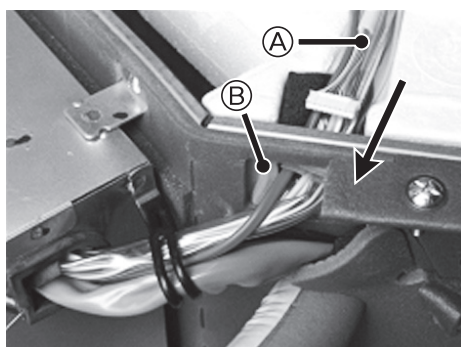

Fig. 4-2
- (1) Sortez le câble de jonction sans fil fourni parmi les accessoires.
- (2) Faites passer le connecteur de la carte contrôleur interne (blanc) du câble de jonction sans fil dans la MANCHON de l'unité principale, dans la direction indiquée par la flèche. (Fig. 4-2)